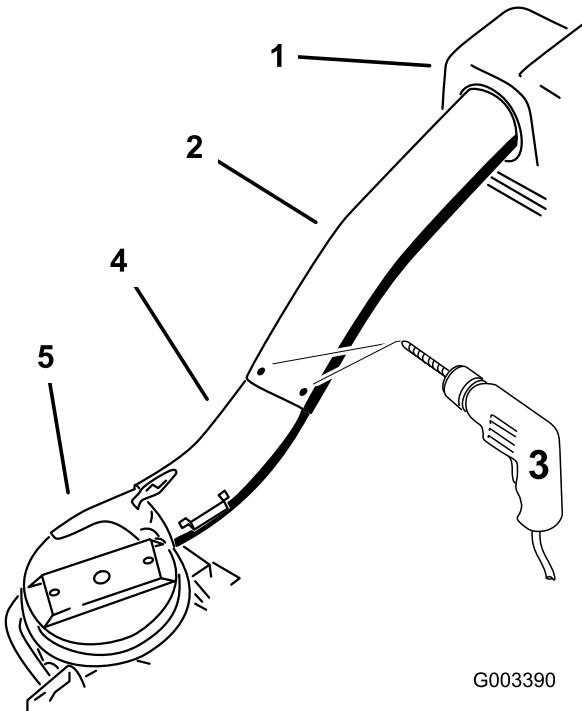

Figura 29
12. Utilizando os três orifícios ou marcas no tubo superior como modelo, perfure três orifícios (7/32 pol. de diâmetro) onde os tubos superior e inferior se juntam (Figura 29).